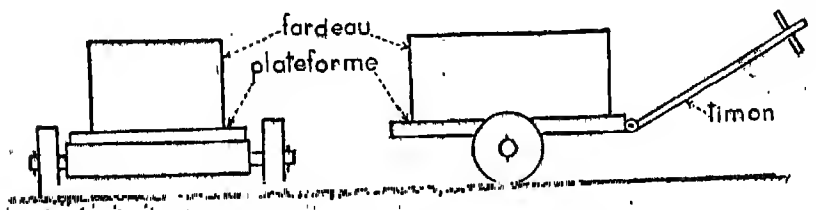

Fig. 7. — Charette réduite à ses éléments essentiels. Décrivez-la et fabriquez-en une à l'occasion.
3. Vous verrez plus loin (page 511, fig. 7) que le roulement est une succession incessante de pivotelements.
autour de sa fusée et roule sur le sol, emportant l'essieu (qui ne tourne pas) et le fardeau (fig. 7).